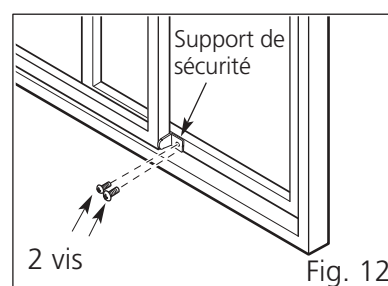

Fig. 12
6. Si vous le souhaitez, installez le support de sécurité avec 2 vis, comme indiqué. (Voir Fig 12)